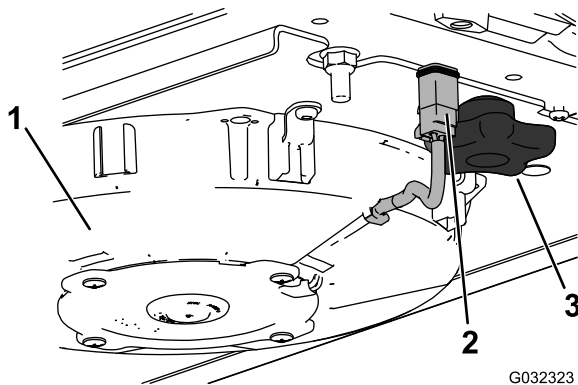
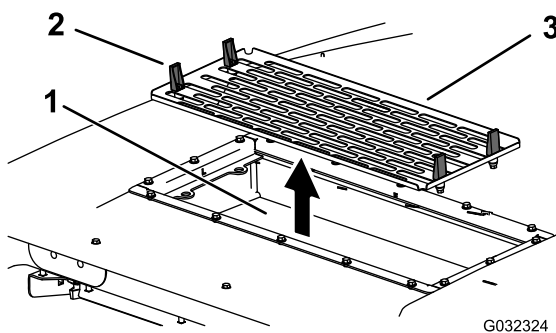

Рисунок 104
Рисунок 105
7. Установите воздушные фильтры, сетку и вентилятор в сборе (Рисунок 103, Рисунок 105 и Рисунок 104).
8. Подсоедините провод к каждому вентилятору (Рисунок 104).